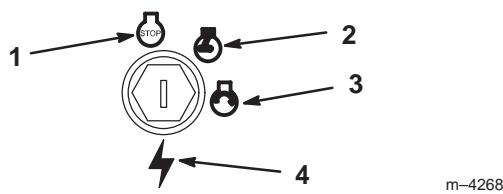

Figure 8
- Tournez la clé de contact en position de Démarrage (Fig. 8) pour activer le démarreur. Relâchez la clé quand le moteur démarre.
- Tournez la clé de contact en position Contact coupé (Fig. 8).